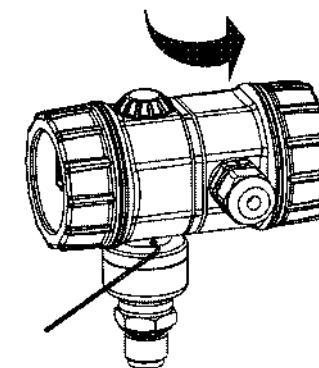

Рисунок 8 - Вращение корпуса преобразователя
8.7.1 Корпус преобразователя может вращаться в пределах ±160°, см. рисунок 8.